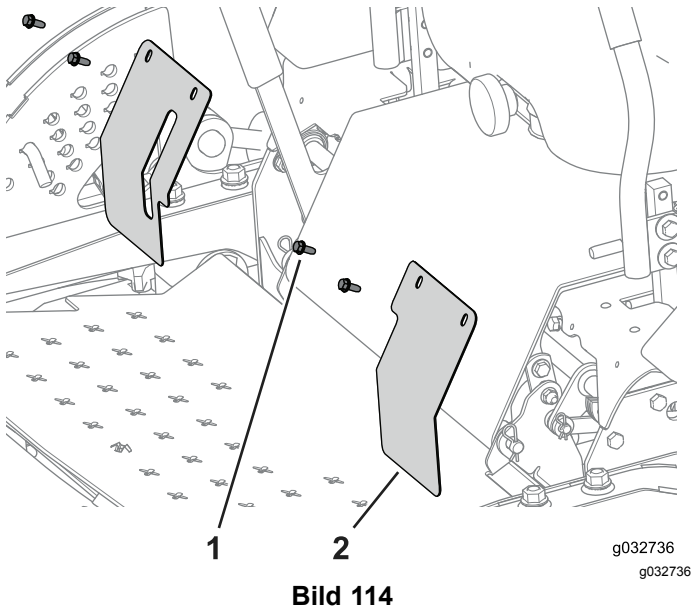

Bild 114
1. Entfernen Sie die Abdeckplatten und legen sie zur Seite (Bild 114).